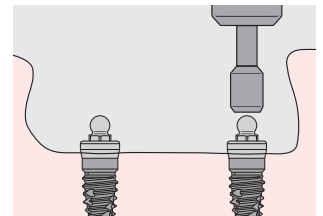

Fig. 4
- (Fig. 4): Das Dalbo® Certain® Abutment mit dem O-Ring/Dal-Ro Schraubenzieher (RAOR1) und Drehmomentschlüssel mit 20 Ncm in das Implantat eindrehen. (Wenn der Chirurg nur das Dalbo® Certain® Abutment setzt, muss der vorhandene Zahnersatz um das Abutment herum entsprechend entlastet werden.)